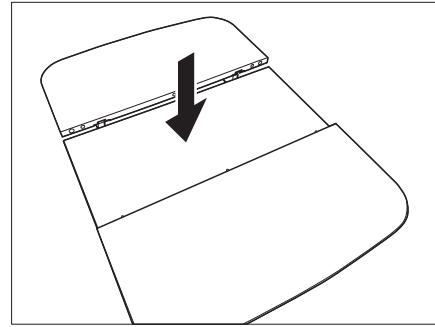

Fig. 104 Abaisser la partie médiane
- Presser la partie médiane de la table fortement vers le bas (Fig. 104). La partie médiane est poussée vers le haut par la force du ressort.
- Presser la partie médiane de la table fortement vers le bas. La partie médiane se verrouille dans la position inférieure (Fig. 104).